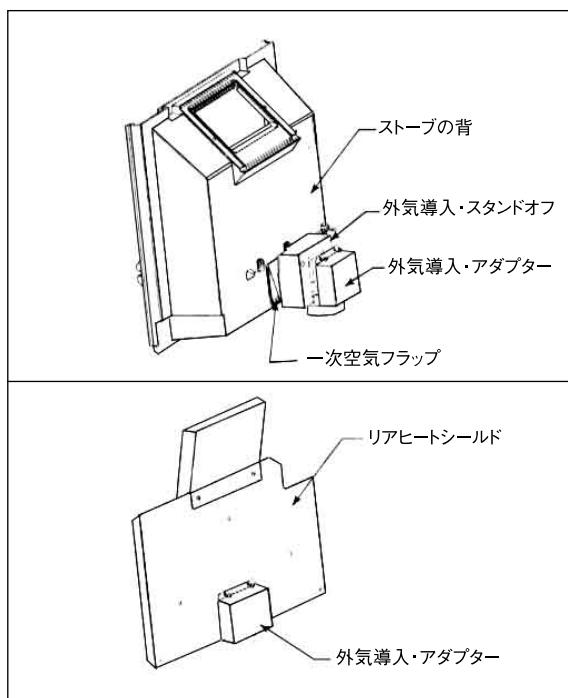

図4 外気導入アダプターの取り付け方
- 1.アダプターをリアヒートシールドにある空気取込口と組み合わせてください。図4(下の図)を参考にして、アダプターの開口部とリアヒートシールドについている穴とを合わせてください。
- 2.アダプターを外気導入スタンドオフの空気取込口に組み合わせてください。アダプターの開口部を、スタンドオフの穴を利用して図4のように並べます。